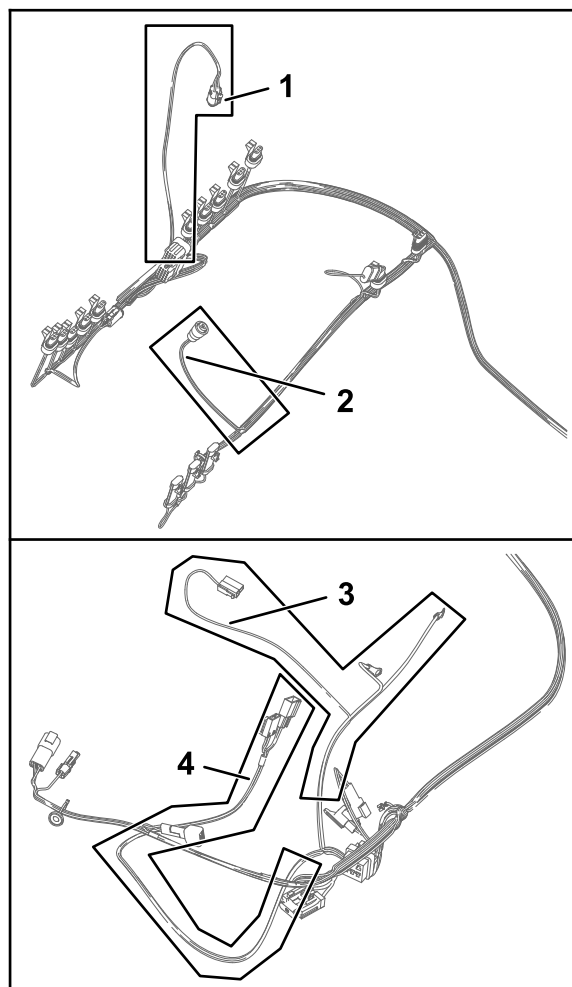
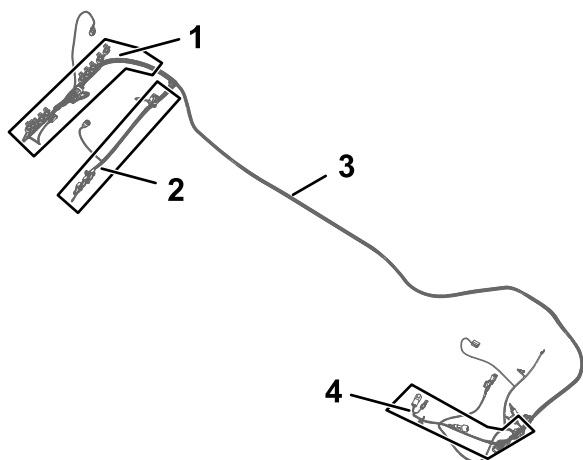

Figura 77
Figura 76
1. Localize a secção da cablagem com 84 cm, a secção com 60 cm e a secção com 66 cm da cablagem do kit (Figura 76 e Figura 77).